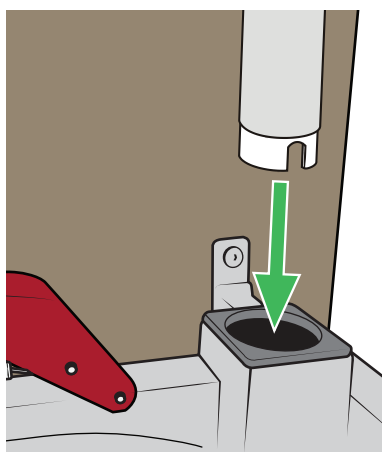

Figura 1
1. Inserire l'asta sollevamalato in uno dei due fori sulla testiera del letto, con la parte orizzontale dell'asta posizionata sopra il centro del letto. Vedere Figura 1.